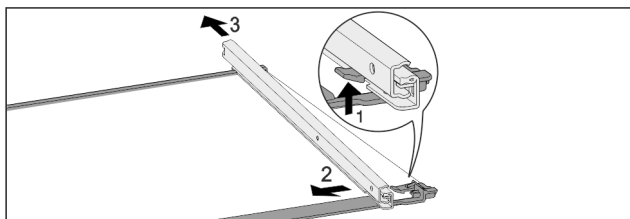

Fig. 124 Ripiano in vetro con guide
- Premere il gancio di fermo anteriore verso l'alto. Fig. 124 (1)
- Far scorrere la guida estraibile di lato Fig. 124 (2) e verso il lato posteriore Fig. 124 (3).